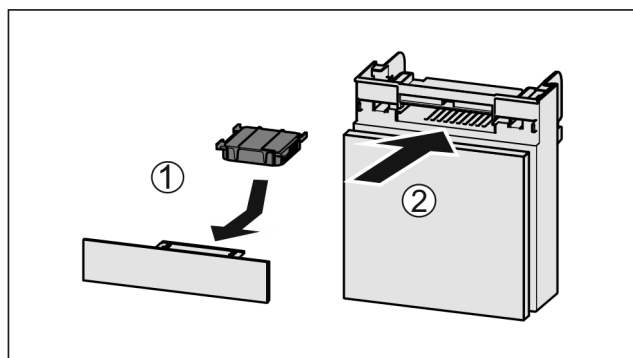

Fig. 55
- ▶ Filtr s aktivním uhlím vložte podle vyobrazení Fig. 55 (1).
- ▶ Zásuvku zasuňte Fig. 55 (2).